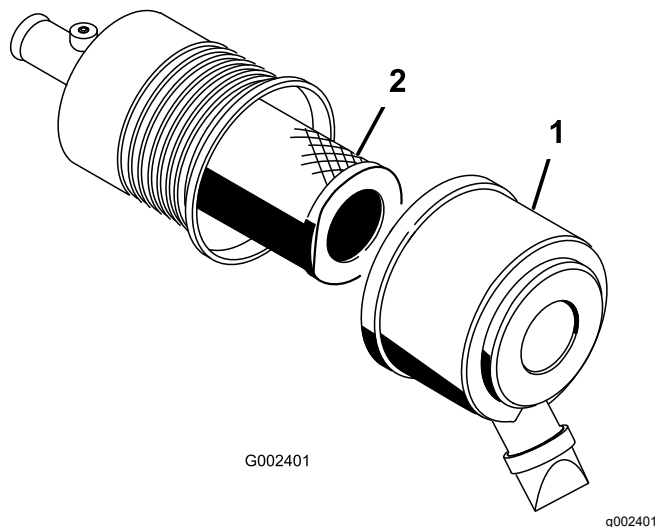

Bild 50
2. Lösen Sie die Riegel, mit denen die Abdeckung des Luftfilters am Luftfiltergehäuse befestigt ist (Bild 50).
3. Entfernen Sie die Abdeckung vom Luftfiltergehäuse (Bild 50).
5. Nehmen Sie den Filter heraus und wechseln Sie ihn aus (Bild 50).